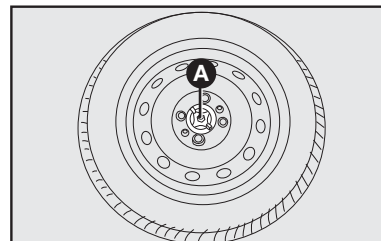

fig. 4
- Desatarraxar o dispositivo de bloqueio **A-fig. 4**, tirar a roda sobressalente.